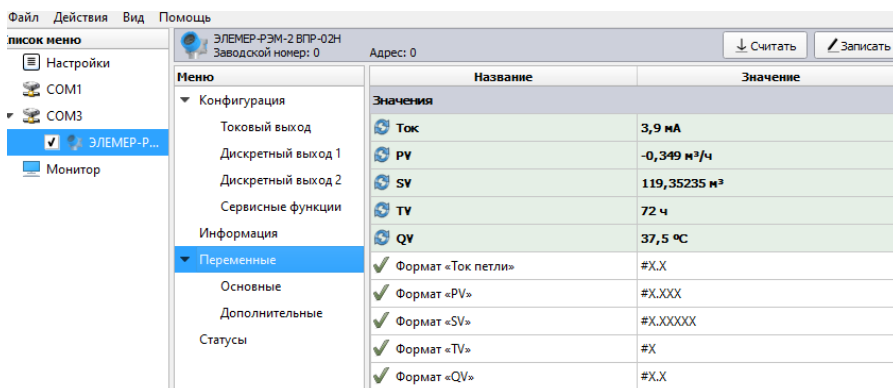

Рисунок 2.19 – Меню «Переменные»
2.6.5.1 ЭЛЕМЕР-РЭМ-2 поддерживает динамические переменные, доступные для чтения по HART-протоколу, приведенные в таблице 2.27. Динамические переменные отображаются в меню «Переменные», подменю «Основные» ПО «HART MultiConfig» (рисунок 2.19).
2.6.5.2 ЭЛЕМЕР-РЭМ-2 поддерживает динамические переменные, доступные для чтения по HART-протоколу, приведенные в таблице 2.28. Динамические переменные отображаются в меню «Переменные» ПО «HART MultiConfig» (рисунок 2.19).